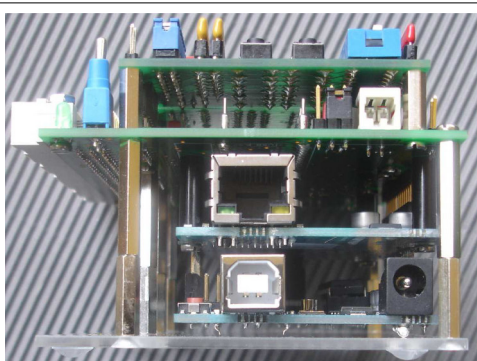
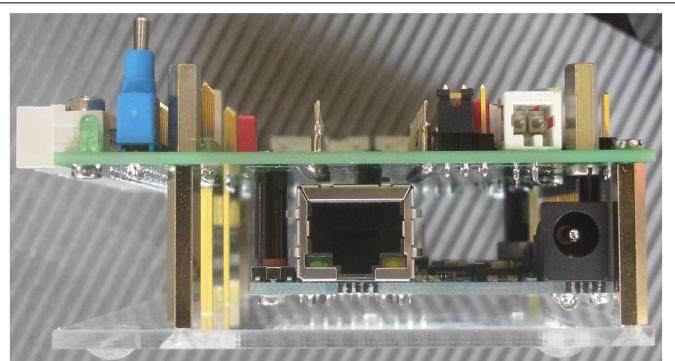

Abb. 3: Arduino-Uno mit Ethernet-Shield
Abb. 4: Arduino-Uno Ethernet
- 5) Eine Internet-Anbindung erfolgt entweder mit dem Ethernet-Shield gemäß Abb. 3 oder mit dem Arduino-Ethernet (Abb. 4). Das „Modul-Shield“ kann in beiden Varianten aufgesteckt werden, um Schalter, Sensoren, Displays, usw. anzuschließen.